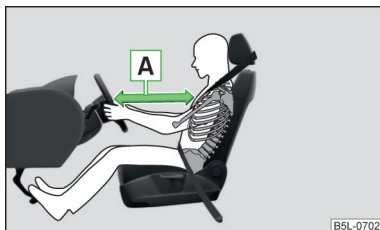

Fig. 22
- Es importante que el conductor y el acompañante mantengan una distancia mínima de 25 cm con respecto al volante o al tablero de instrumentos » fig. 22 **A**. Si no respeta esta distancia, el sistema de airbag no podrá protegerle. ¡Peligro de muerte! Siempre deben estar correctamente ajustados los asientos delanteros y los reposacabezas a la estatura del ocupante.